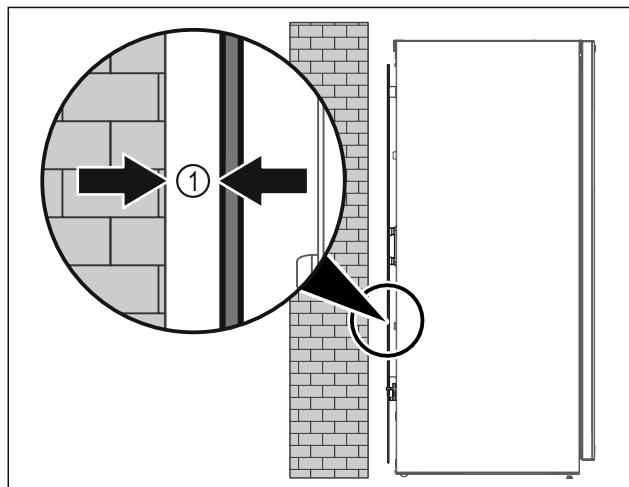

Fig. 10
► Uređaj je moguće postaviti ili slobodno u prostoriji ili izravno na zid na najmanjoj udaljenosti od 5 mm Fig. 10 (1).